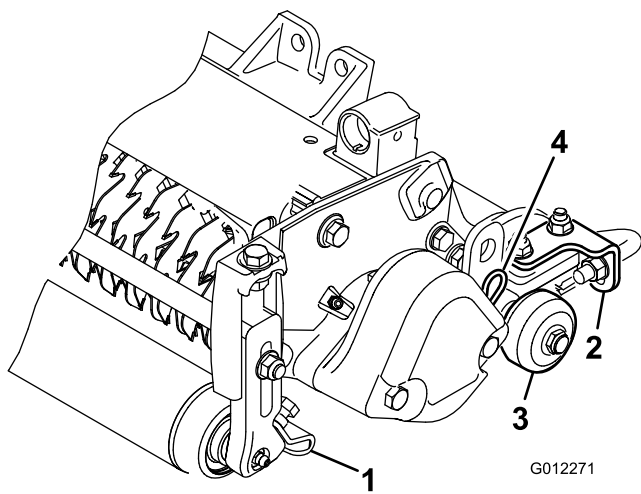

Figura 6
- Afloje las tuercas que sujetan los rascadores de rodillo (Figura 6).
Antes de bajar los molinetes de verticorte al suelo del taller o de desmontarlos de la unidad de tracción, baje los rodillos de transporte (Figura 6) para proteger las cuchillas del contacto con una superficie dura.
Las unidades de verticorte pueden instalarse en cualquiera de las tres posiciones de la unidad de tracción. La Figura 6 muestra la orientación del motor hidráulico para cada una de las posiciones. En las posiciones que requieren que el motor se monte en el extremo derecho de la unidad de verticorte, instale un contrapeso en el extremo izquierdo de la unidad de verticorte. En los casos en los que el motor tenga que montarse en el extremo izquierdo, instale un contrapeso en el extremo derecho de la unidad de verticorte.